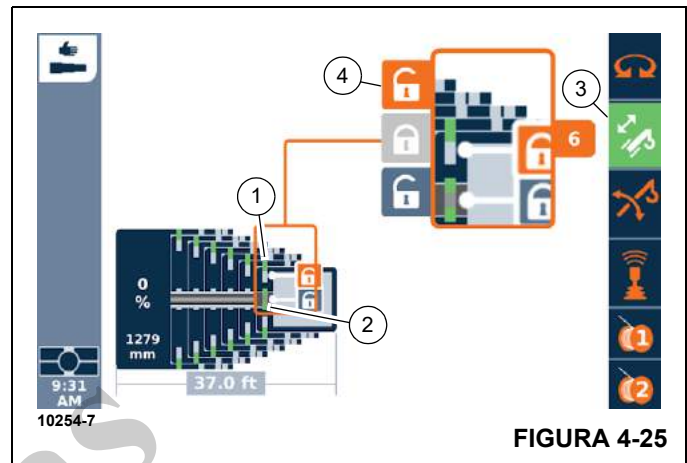

FIGURA 4-25
Função telescópica ativada — símbolo (3, Figura 4-25) verde
1. Selecione o símbolo (4, Figura 4-25).